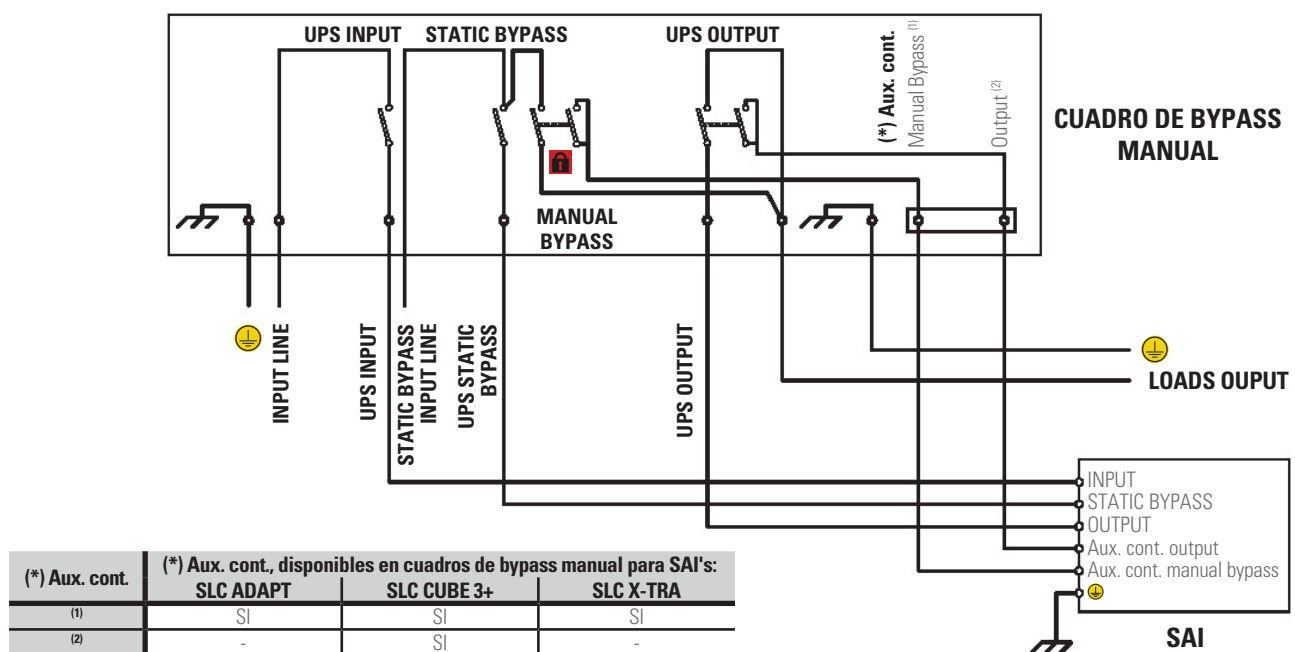

Fig. 4. Cuadro de bypass manual genérico para un SAI con línea de bypass independiente.
- ☐ Cuadro de bypass manual genérico para un SAI con línea de bypass independiente (Fig. 4).